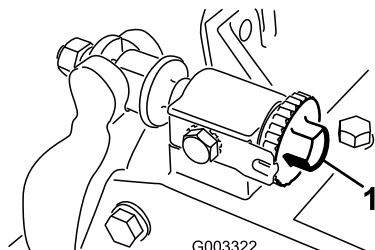

Figure 10
2. Tournez les vis de réglage de la barre d'appui dans le sens antihoraire pour vérifier qu'elle ne touche pas le cylindre (Figure 10).